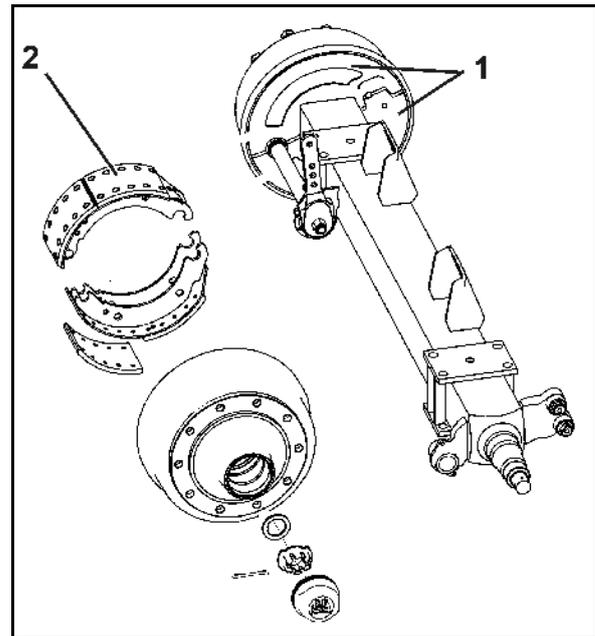

Fig. 87
1. Beide Abdeckbleche (Fig. 87/1) an der Innenseite der Bremstrommel abschrauben.
Eingedrungener Schmutz kann sich auf den Bremsbelägen (Fig. 87/2) absetzen und dadurch die Bremsleistung wesentlich verschlechtern.